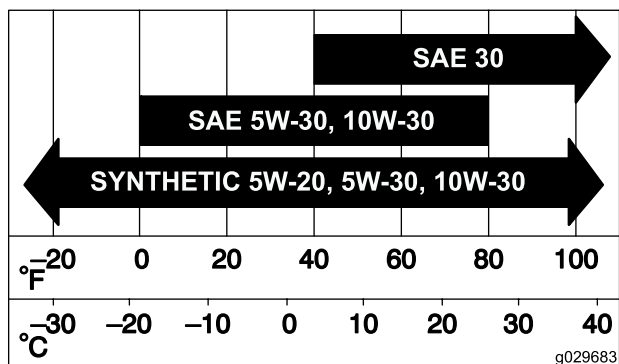

Figure 72
3. Ouvrez les dispositifs de verrouillage du filtre à air et détachez le couvercle du boîtier du filtre (Figure 72).
5. Sortez l'élément filtrant du boîtier du filtre avec précaution (Figure 72).
2. Introduisez le filtre dans son boîtier avec précaution (Figure 72).
3. Remettez en place et verrouillez le couvercle du filtre à air (Figure 72).